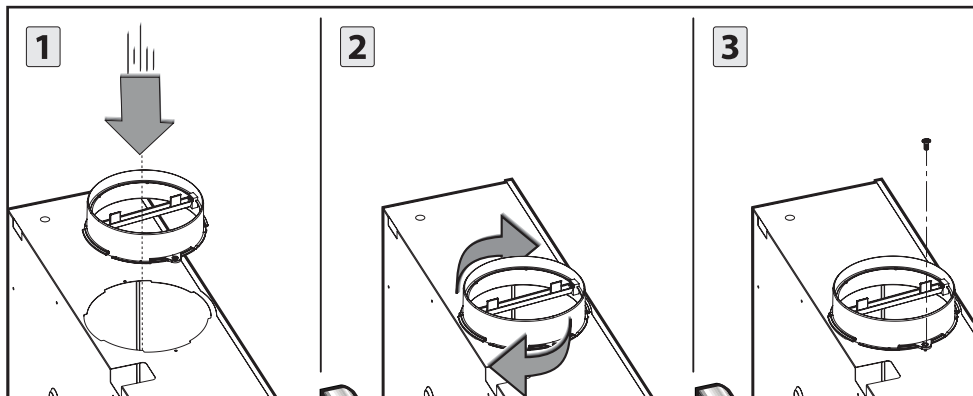

Fig.4
- Montare la flangia sul foro di evacuazione aria ruotando fino allo scatto di arresto e fissata con una vite (Fig.4).